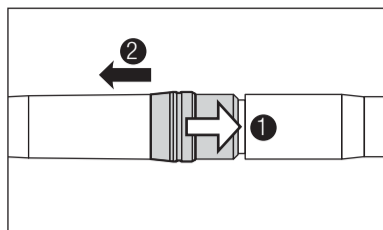

Fig. 7
(2) Desmontagem
- Puxe o anel de fixação e remova a turbina do acoplamento. (Fig.7)